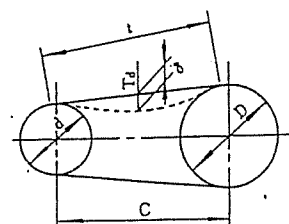

図4 ベルトの張り
- 2 図4のように、上表のベルトたわみ荷重 (Td) をベルト1本当りに与えたとき、ベルトのたわみ〔δ〕が、次の式の値になるようベルトの張りを調整してください。